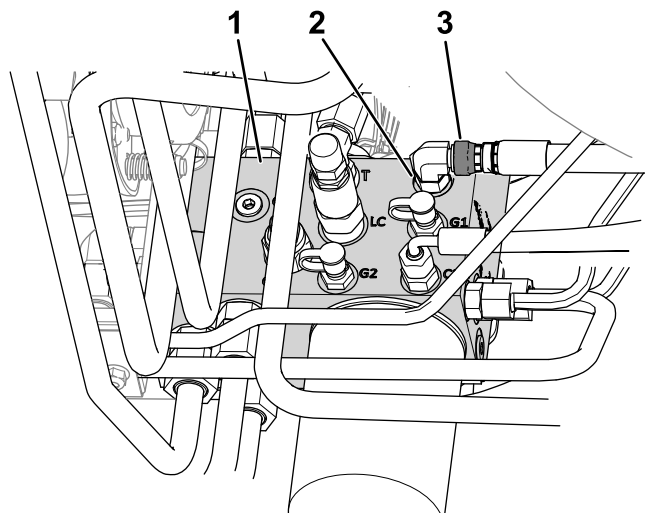

図 8
- B. 油圧マニホルドのポート C1 に接続されているホースのスイベルナットをゆるめる 図 8。
- E. ホースのスイベルナットポート C1 図 8 を 41 N·m 4.2 kg·m = 30 ft·lb にトルク締めする。